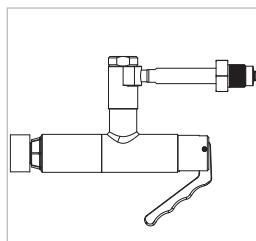

Figure 2
- ▶ Relâcher le levier à main (pos. 2). Le connecteur s'ajuste automatiquement à la pièce d'essai afin d'établir une connexion étanche. (*Figure 2*).